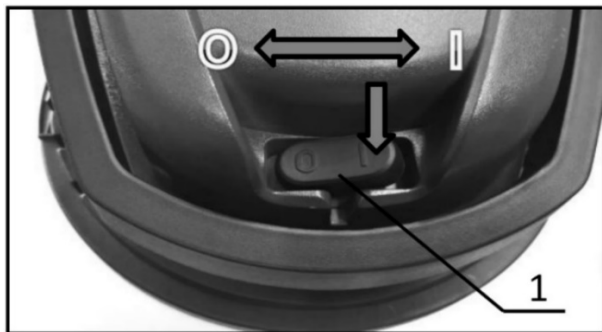

Рисунок 7. Увімкнення/вимкнення виробу.
1. Перевірити чіткість роботи клавіші «Увімк./Вимк.» (рис. 7) шляхом короткочасного (2-3 рази) увімкнення виробу та потім перевести клавішу «Увімк./Вимк.» у положення «0».
5. Для увімкнення двигуна виробу перевести клавішу «Увімк/Вимк» (рис. 7) у положення «I». Для вимкнення повернути клавішу в початковий стан.
6. Для вимкнення виробу перевести клавішу «Увімк/Вимк» (рис. 7) у початкове положення «O».